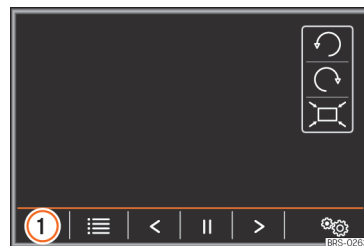

Fig. 212 Menú principal Imágenes.
- Pulse el botón de función »» **fig. 212 ①** para seleccionar la fuente en la que se encuentran los archivos de imágenes en cuestión.